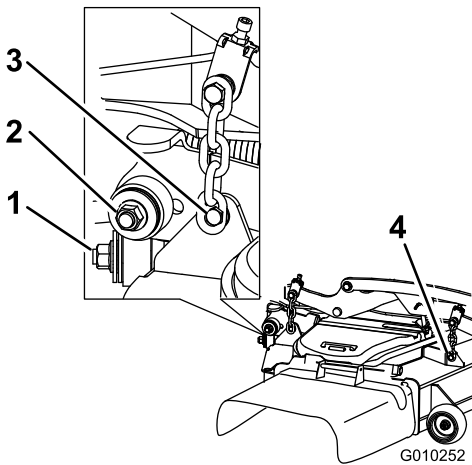

Figura 98
7. Retire y guarde los herrajes de ambos lados de la carcasa, según se muestra en Figura 98.